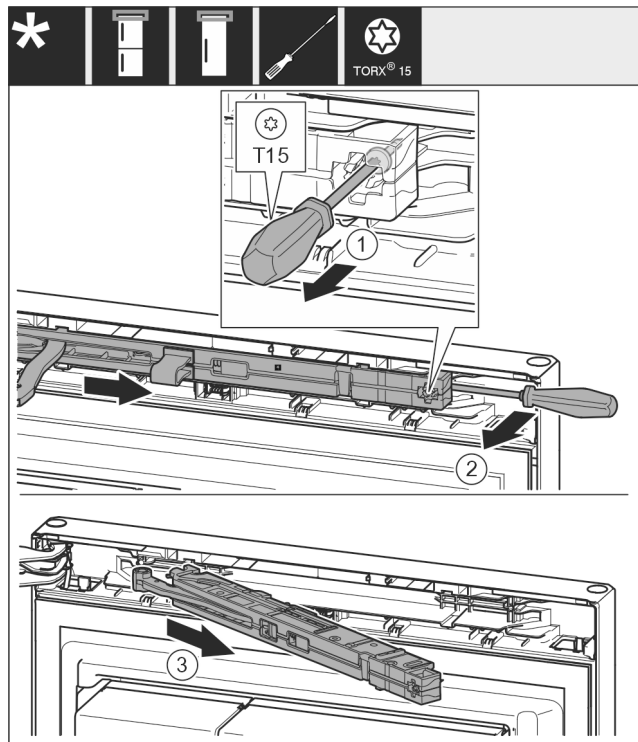

Fig. 13
- Desserrer la vis Fig. 13 (1) de l'unité d'amortissement de fermeture au moyen d'un tournevis 14 mm (9/16 in).
- Décrocher l'unité d'amortissement de fermeture Fig. 13 (2) côté poignée vers l'avant avec un tournevis.
- Retirer l'unité d'amortissement de fermeture Fig. 13 (3).